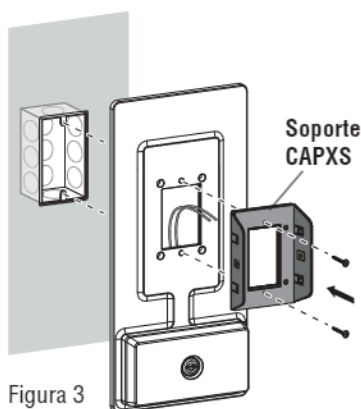

Figura 3
6. Sujetar a la caja de distribución o a la pared a través del soporte de montaje y el panel de ajuste utilizando los accesorios especificados en el manual de instalación de CAPXS. (Vea la Figura 3)